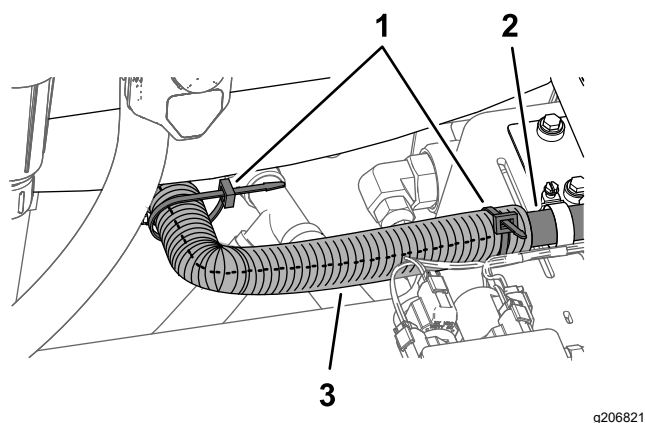

Figura 32
6. Monte a tubagem convoluta dividida sobre o tubo — 43,3 cm entre o depósito de lavagem e a bomba do depósito de lavagem e prenda a tubagem com duas cintas (Figura 32).